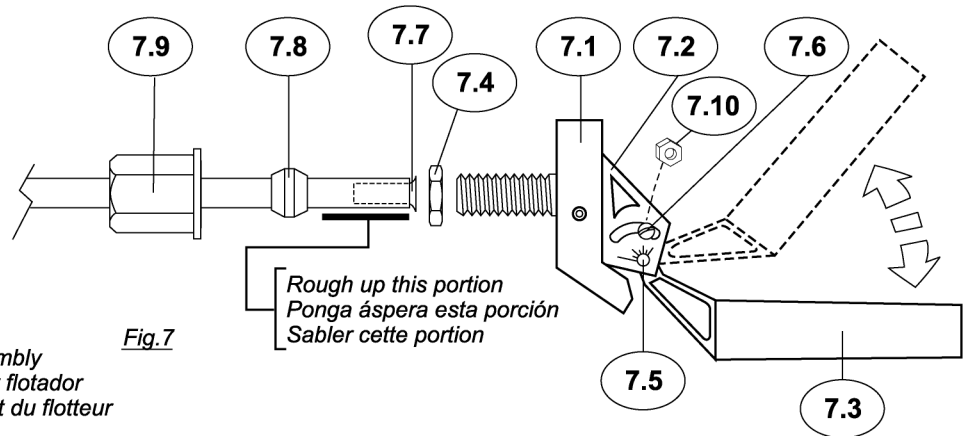

Fig.7
9. Raccordement du tube d'alimentation à l'humidificateur (Voir Fig. 7)
13. Réglage du niveau d'eau (Voir Fig. 7)